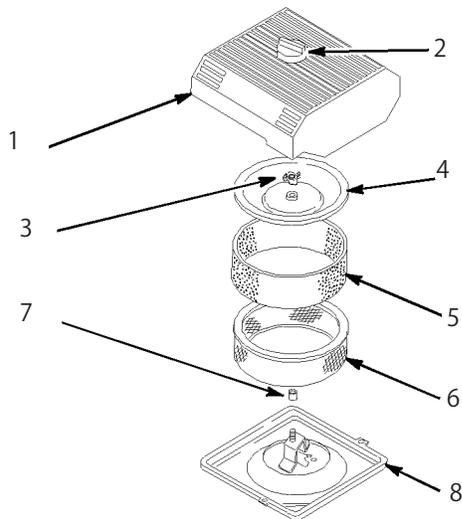

図28
3. エア・クリーナを外したときエンジン内部に異物が入らないよう、周辺をきれいに拭く(図28)。
4. エア・クリーナのカバーのノブをゆるめてカバーを外す(図28)。
5. ペーパー・エレメントからスポンジ・エレメントを注意深く取り外す(図28)。
6. カバー・ナットを外し、カバーとペーパー・エレメントを外す(図28)。
1. ペーパー・エレメントにスポンジ・エレメントを注意深く取り付ける(図28)。
3. カバー・ナットを取り付けて指締めする(図28)。
- カバーとノブとを取り付ける (図28)。